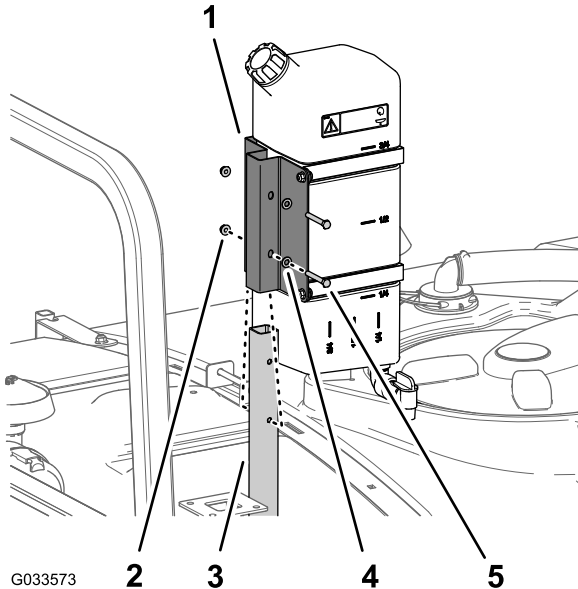

Figura 47
1. Montate il serbatoio dell'acqua dolce e il supporto sul tubo di supporto con i 2 bulloni (5/16" x 2¼") e 2 dadi di bloccaggio flangiati (5/16") come illustrato nella Figura 47.